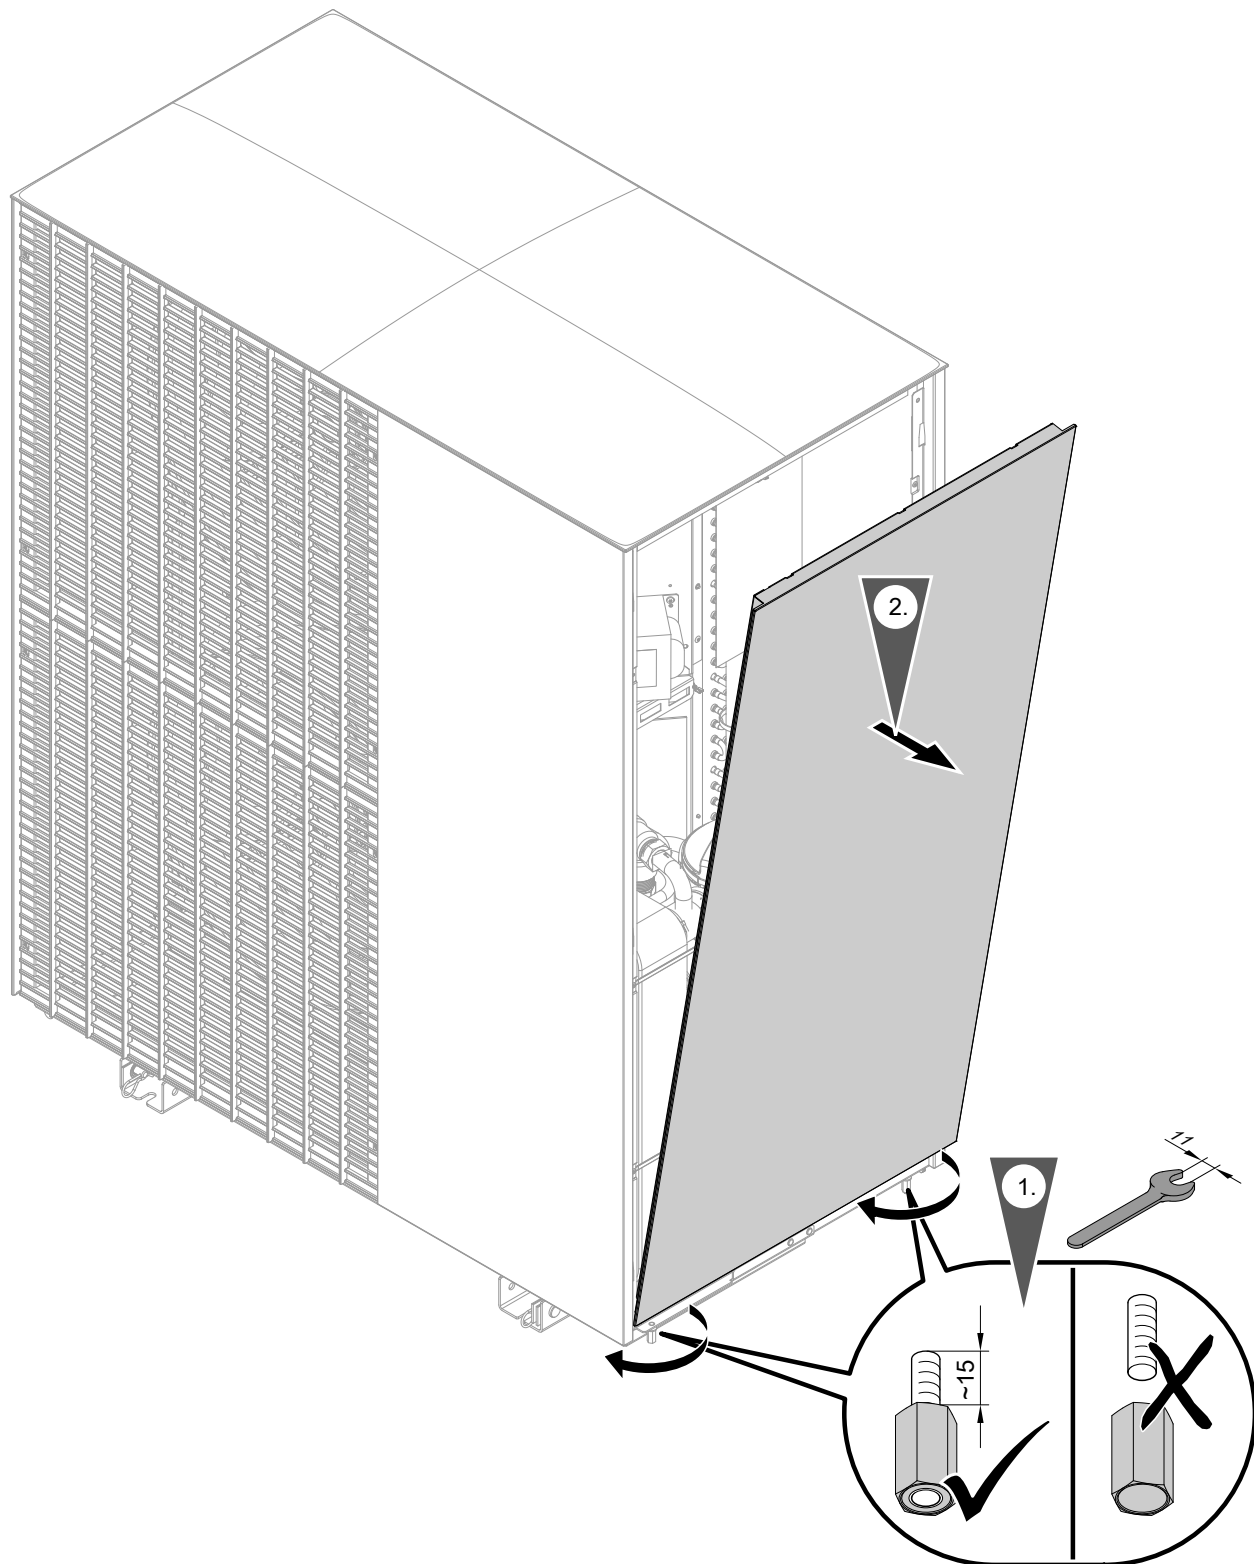

Abb. 94
1. Seitenverkleidung rechts abbauen: Siehe Abb. 94.
3. Seitenverkleidung rechts abbauen: Siehe Abb. 94.